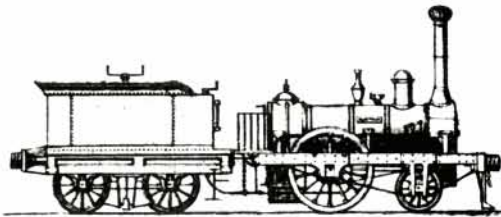

Bild 10 "Austria" Kaiser-Ferdinands-Nordbahn; erb. Stephenson-Newcastle 1836/37.
- 23.11.1837 Eröffnung der ersten österreichischen Dampfeisenbahn (Kaiser-Ferdinands-Nordbahn-Gesellschaft, siehe hierzu Bild 10)